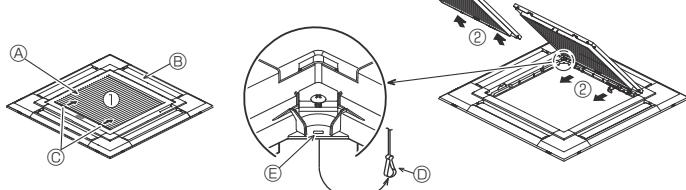
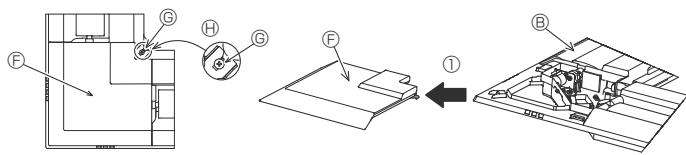

Fig. 9-3
Fig. 9-4
9.2.1. Πώς αφαιρούνται οι γρίλιες εισόδου αέρα (Fig. 9-3)
- Σύρατε τους μοχλούς προστηνητή κατεύθυνση που δείχνει το βέλος ① για να ανοίξετε τις γρίλιες εισόδου αέρα.
- Με τις γρίλιες εισόδου αέρα στη θέση "open" ("ανοιχτές"), βγάλτε τον αρθρωτό τους σύνδεσμο από τις γρίλιες όπως δείχνει το βέλος ②.
9.2.2. Πώς αφαιρείται το γωνιακό πλαίσιο (Fig. 9-4)
- Ξεσφίξτε τις 4 βίδες στη γωνία. Σύρετε το γωνιακό πλαίσιο στην κατεύθυνση του βέλους ① στην εικόνα και αφαιρέστε το γωνιακό πλαίσιο.
[Fig. 9-3] [Fig. 9-4]